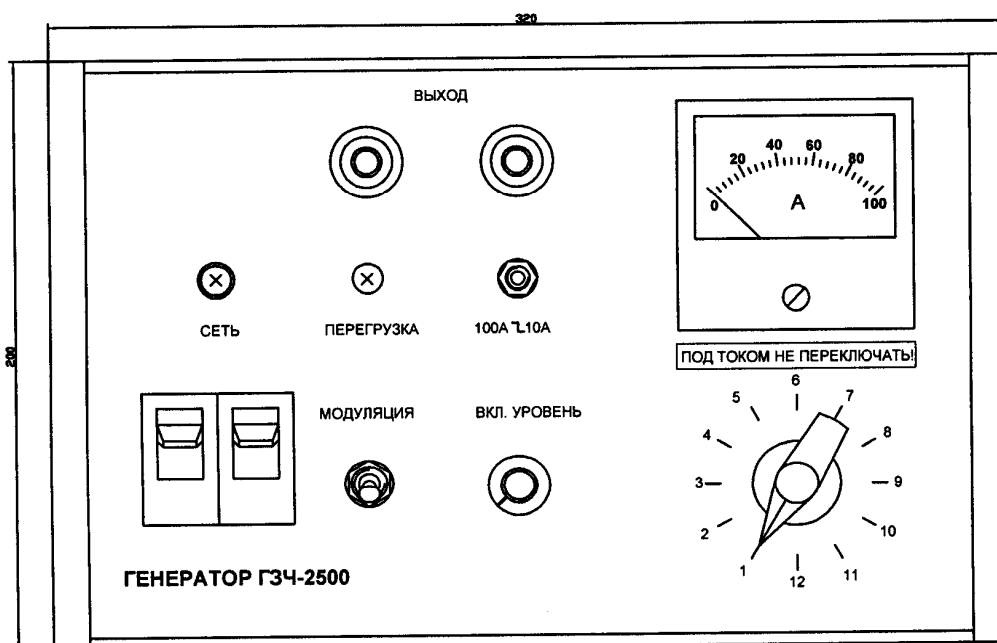

Рис.1. Генератор ГЗЧ-2500. Вид лицевой панели.
4.2. Конструктивно генератор выполнен в корпусе типа «НАДЕЛ» (см. рис. 1).